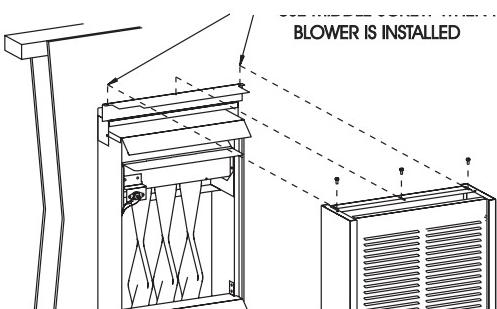

Figura 1
4. En la parte superior de la carcasa exterior remueva (1) tornillo del agujero del espacio libre que une la carcasa exterior al ensamblaje del cabecero. También remueva los (2) tornillos que fijan la parte inferior de la carcasa exterior a la carcasa interior.
6. Remueva los (4) tornillos de 8 x 3/8" que fijan la parte frontal del ventilador a la envoltura del ventilador.
9. Fijar la carcasa exterior al ensamblaje del cabecero. Importante: No se usara el agujero de la claridad. Los dos agujeros de claridad se usaran para unir la cascasa exterior al ensamblaje del cabecero, el (1) tornillo del paso 4 y (1) tornillo suministrado la Figura 1.